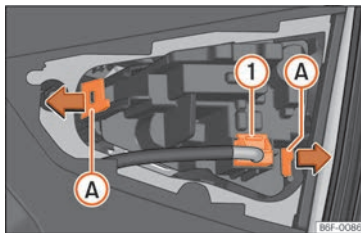

Abb. 62 Lampenhalter ausbauen.
- Ziehen Sie den Stecker von der Lampe »» **Abb. 62** ① ab.